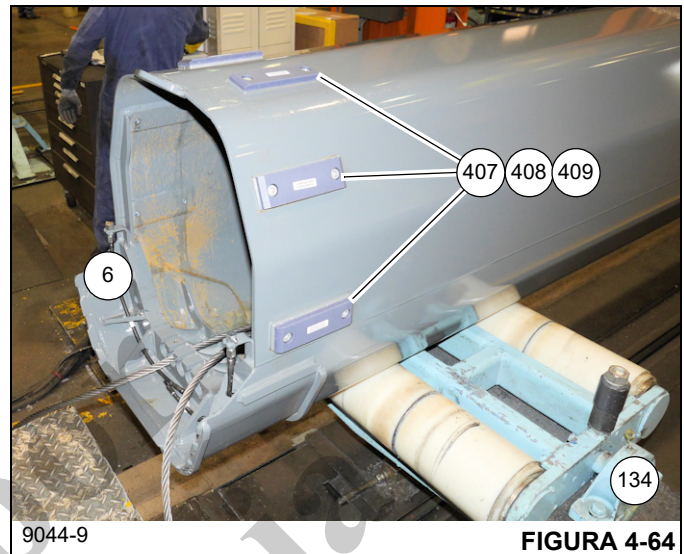

FIGURA 4-64
telescópica 3 (401) con dos pernos (414) por almohadilla (vea la Figura 4-64).